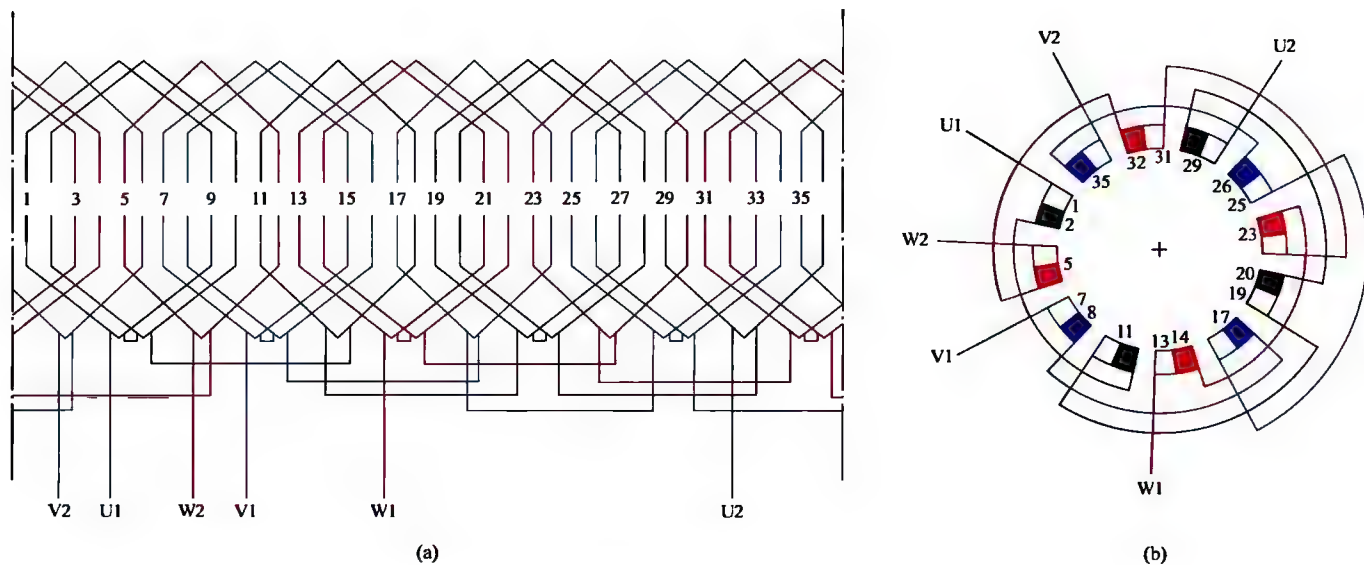

图 1-30 三相 4 极 36 槽单层交叉绕组 1 路接法
30. 三相 4 极 36 槽单层交叉绕组 1 路接法展开图与接线圆图 (见图 1-30)